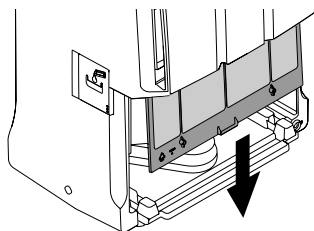

Fig. 6
- Per togliere il filtro dell'aria, dopo aver rimosso la tanica, estrarre il filtro tirandolo verso il basso (fig. 6).